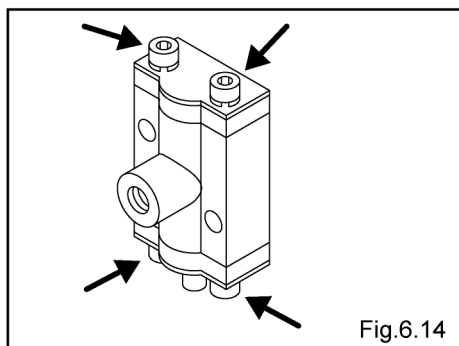

Fig.6.14
- ・カバー補助板 A 取付ボルト 2 か所を外し、カバー補助板 A、スプールエンドカバー、リセットボタンを取り外す。(Fig.6.14)
- ・カバー補助板 B 取付ボルト 2 か所を外し、カバー補助板 B、スプールカバーを取り外す。(Fig.6.14)